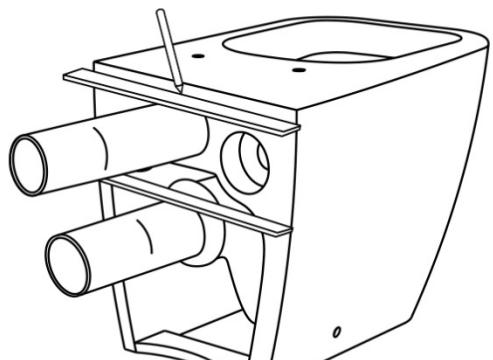

рис. 5
5. Смажьте резиновые шайбы патрубков мылом или специальной силиконовой смазкой для труб, а затем вставьте их в керамические отверстия на чаше. Проведите линию пересечения прямой трубы и керамического края, согласно рис.5